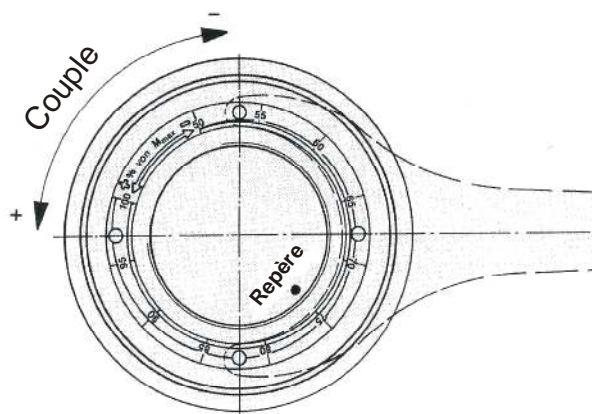
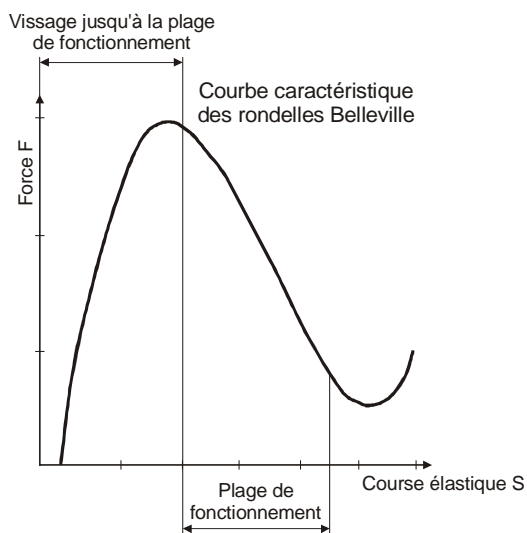

Fig. 13
Fig. 14
Le réglage du couple s'effectue par rotation de l'écrou de réglage (5). Les rondelles Belleville (9) sont utilisées dans la partie décroissante de leur courbe caractéristique de fonctionnement (voir fig. 14). En vissant l'écrou de réglage (5) en sens horaire, on diminue la force des rondelles et en dévissant l'écrou de réglage (5), on augmente la force des rondelles (vue sur l'écrou de réglage, fig. 13).
Suivant les indications ci-dessus, dévisser l'écrou de réglage (5) (dans le **sens inverse des aiguilles d'une montre**) jusqu'à ce que les 90 % de la graduation de l'écrou de réglage (5) et le repère sur le moyeu (1.1) coïncident, fig. 13.